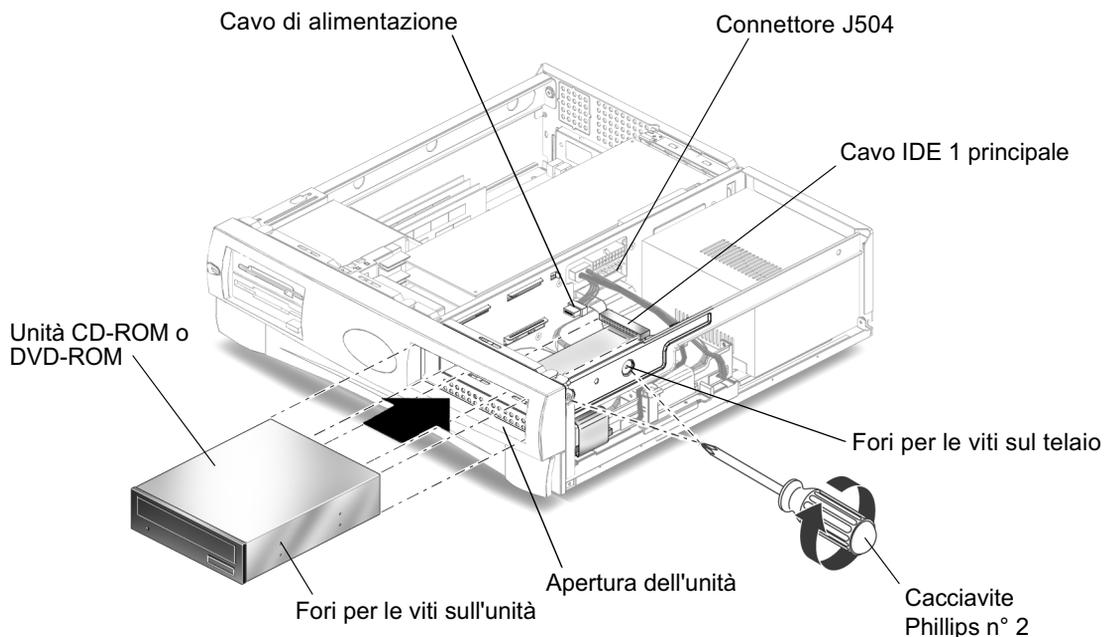

FIGURA 4-10 Installazione di un lettore di CD-ROM o DVD-ROM
2. Posizionare l'unità nell'apertura sul lato anteriore della workstation e spingerla verso l'interno fino ad allineare i fori per le viti sull'unità con i fori corrispondenti sul telaio (FIGURA 4-10).
4. Collegare il cavo di alimentazione e il cavo IDE 1 principale sul retro dell'unità (FIGURA 4-10).